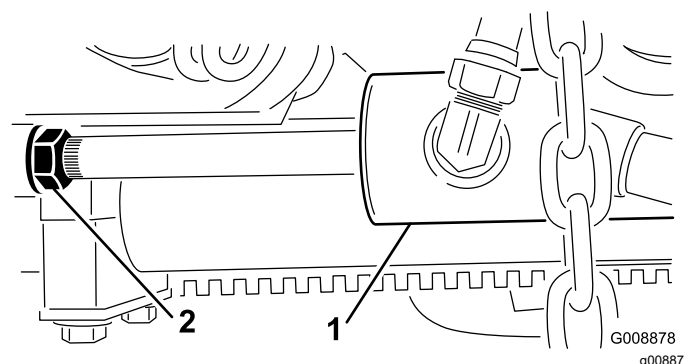

**Figura 26**
1. A cada lado de la máquina, afloje las tuercas autoblocantes y haga retroceder los pernos del tope del brazo de elevación (Figura 26).